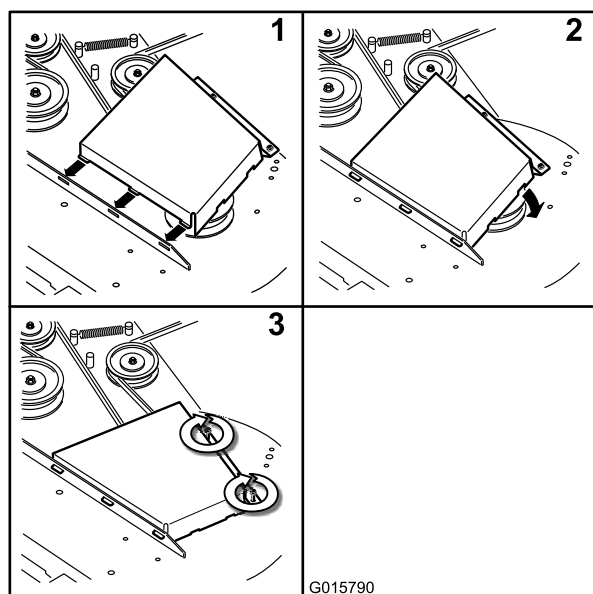

Figure 68
11. Posez les couvercles de courroie (Figure 68).